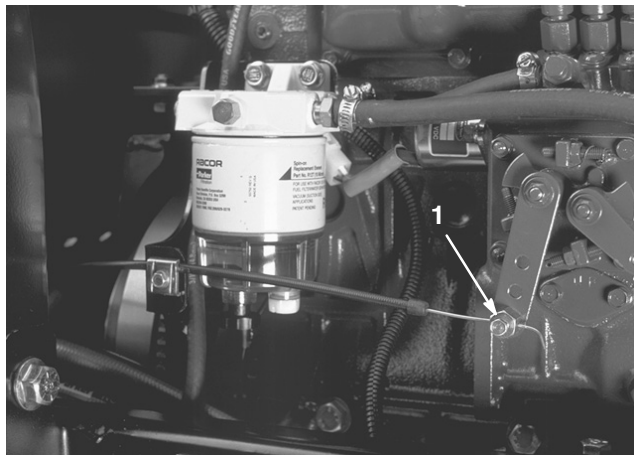

Figure 49
2. Desserrez le connecteur du câble d'accélérateur sur le bras du levier de la pompe d'injection (Fig. 49).